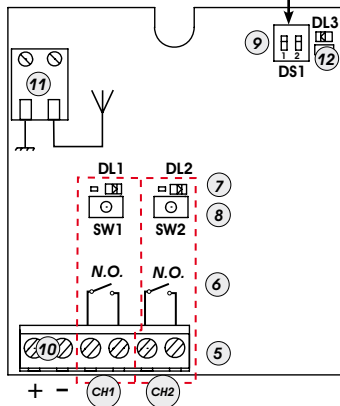

Fig.1
- 2) Druk 1 seconde op de knop van de ontvanger (Fig.1 ref. ⑧) die overeenkomst met het kanaal waarmee u de radioafstandsbediening wilt associëren.
- 3) De bijbehorende led op de ontvanger (Fig.1 ref. ⑦) begint gedurende 5 sec. langzaam te knipperen.
- 5) De led (Fig.1 ref. ⑦) op de ontvanger blijft 1 seconde branden om vervolgens te doven, waarmee wordt aangegeven dat opslag heeft plaatsgevonden.
- 4) Druk 1 seconde op de knop van de ontvanger (Fig.1 ref. ⑧) die behoort bij met het kanaal waarmee u de radioafstandsbediening wilt associëren.
- 5) De bijbehorende led op de ontvanger (Fig.1 ref. ⑦) begint gedurende 5 sec. langzaam te knipperen.
- 7) De led op de kaart (Fig.1 ref. ⑦) blijft 1 seconde lang branden om vervolgens te doven, waarmee wordt aangegeven dat opslag heeft plaatsgevonden.
- 1) Druk 1 seconde op de ontvanger op de knop (Fig.1 ref. ⑧) die hoort bij het kanaal waarmee u de afstandsbediening wilt associëren.
- 2) Op de ontvanger begint de bijbehorende led (Fig.1 ref. ⑦) gedurende 5 sec. langzaam te knipperen.
- 4) De led op de ontvanger (Fig.1 ref. ⑦) blijft 1 seconde lang branden, waarmee wordt aangegeven dat de afstandsbediening in het geheugen is opgeslagen, om vervolgens 5 sec. lang te knipperen, gedurende welke periode nog een afstandsbediening in het geheugen kan worden opgeslagen.
- b) Druk de knoppen P1 en P2 tegelijkertijd in en houd ze ingedrukt tot de led (Fig.1 ref. ⑦) op de ontvangerkaart beginnen te knipperen.
- f) De led (Fig.1 ref. ⑦) blijft 2 seconde lang branden, waarmee wordt aangegeven dat opslag heeft plaatsgevonden, om vervolgens 5 sec. lang te knipperen, gedurende welk tijdsbestek punt "e" kan worden herhaald voor andere afstandsbedieningen, om tot slot te doven.
- 1) Om **ALLE** codes van de met de kanalen 1-2 geassocieerde radioafstandsbedieningen te wissen, hoeft enkel de knop SW1 of SW2 (Fig.1 ref. ⑧) 10 sec. lang ingedrukt te worden gehouden.
- 2) De led die bij de ingedrukte knop hoort (Fig.1 ref. ⑦) knippert eerst 5 sec. normaal, om vervolgens 5 sec. sneller te knipperen.